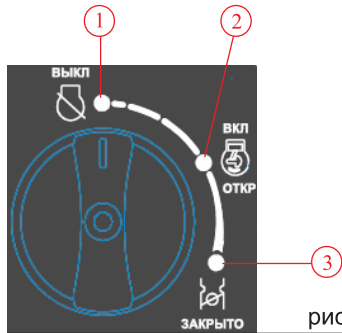

рис.12
3. Поверните выключатель двигателя в положение «3», если двигатель холодный или в положение «2», если двигатель горячий (рис.12).
5. После прогрева двигателя поверните выключатель двигателя из положения «3» в положение «2» (рис.12).